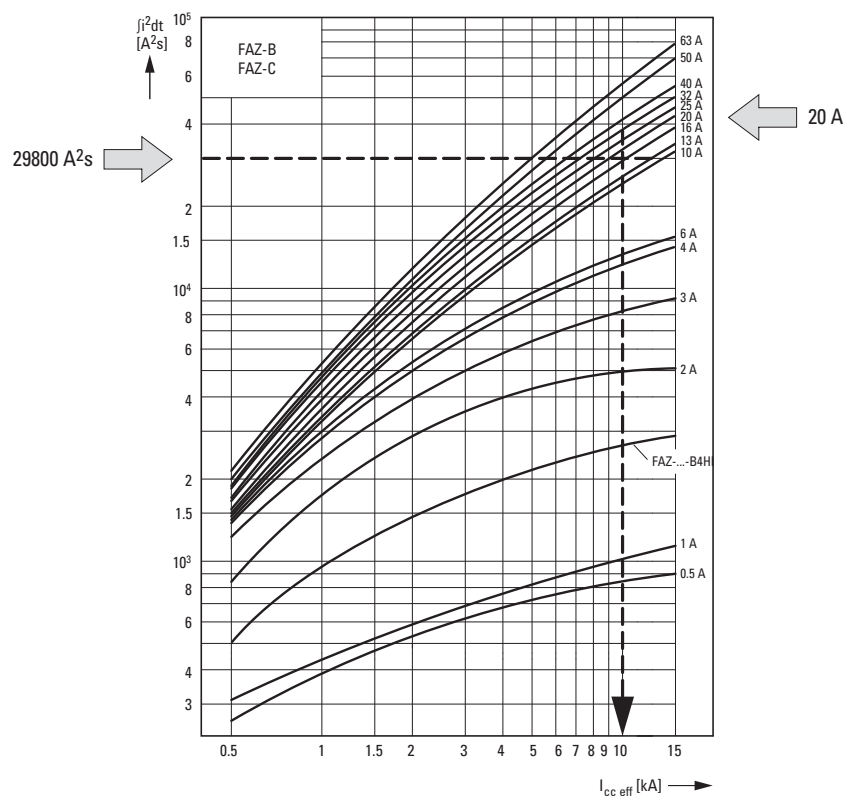

Figure 12 : Protection des lignes par FAZ-3-B20
- Le niveau de court-circuit  $I_{cc \text{ eff}}$  au point d'installation ne doit donc pas dépasser  $10 \text{ kA}$  (→ a courbe de la figure 12).